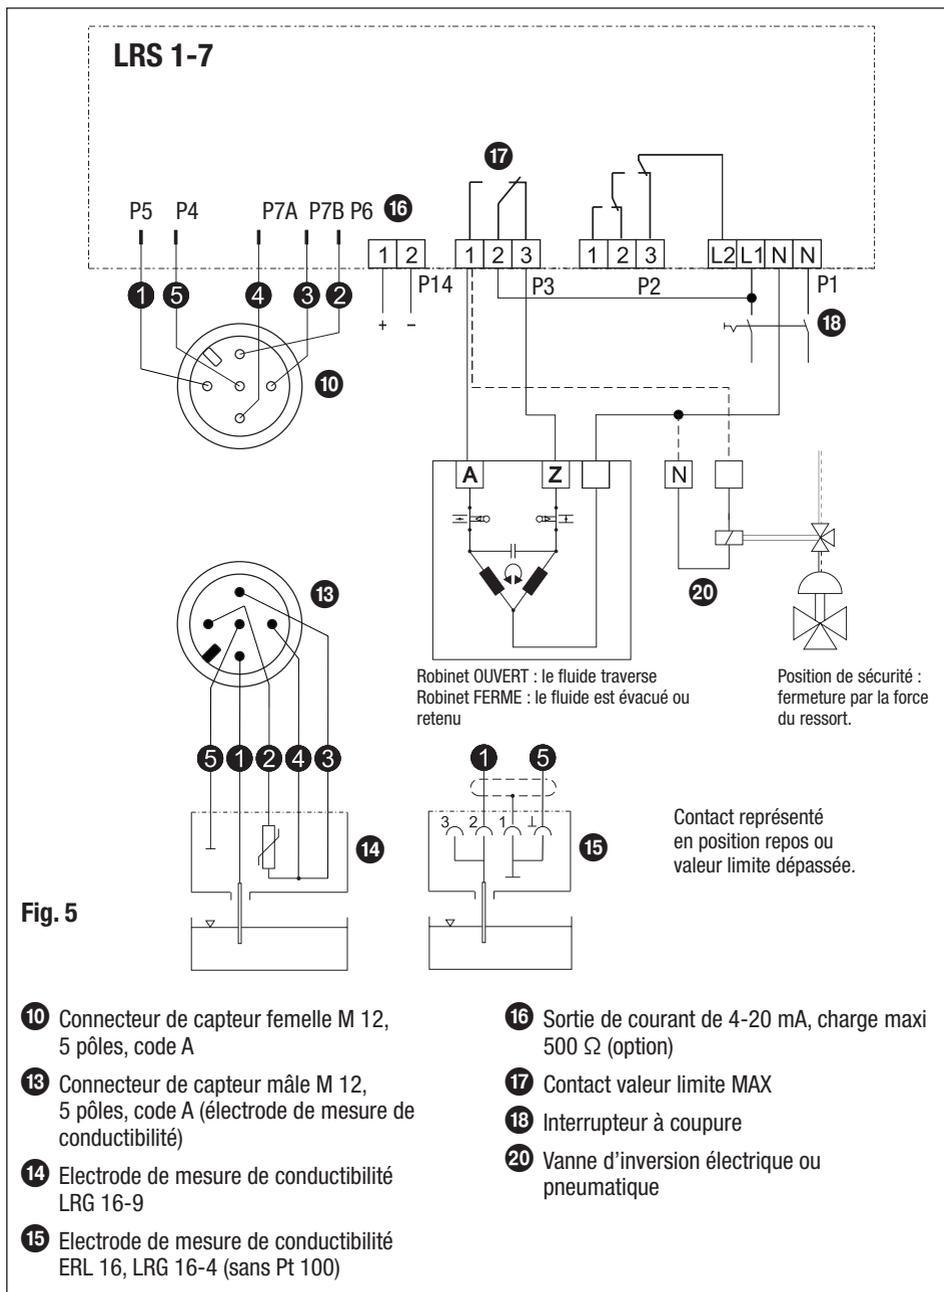

**Fig. 4**
L'électrode de mesure de conductibilité LRG 16-9 et l'indicateur de conductibilité LRS 1-7 sont dotés de connecteurs M 12 pour capteur, 5 pôles, code A, affectation **Fig. 4 et Fig. 5**. Un câble de commande préconfectionné (avec fiche et prise) pour raccorder les appareils est disponible en tant qu'accessoire dans différentes longueurs.
- Si le câble de commande préconfectionné n'est pas utilisé, il convient de raccorder au câble de raccordement une fiche et une prise blindée conformément au plan de raccordement **Fig. 4**.
- Raccorder le blindage dans la fiche de l'électrode de mesure de conductibilité, voir plan de raccordement **Fig. 4 et Fig. 5**.